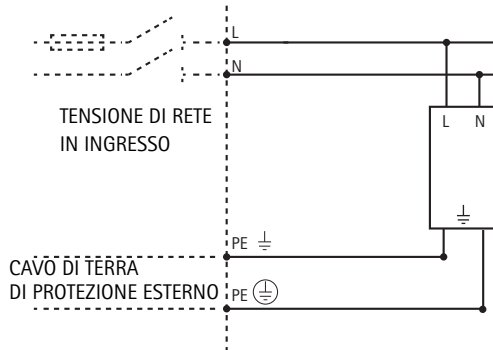

Fig 4
**Solo versione internazionale.** Vedere Fig 4.